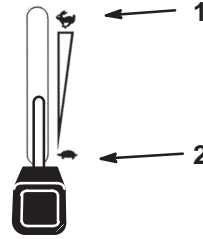

Figure 12
1. Placez la commande de PDF en position désengagée (Fig. 12).
2. Réglez la manette d'accélérateur à mi-course entre les positions de ralenti et de régime maximum (Fig. 12).